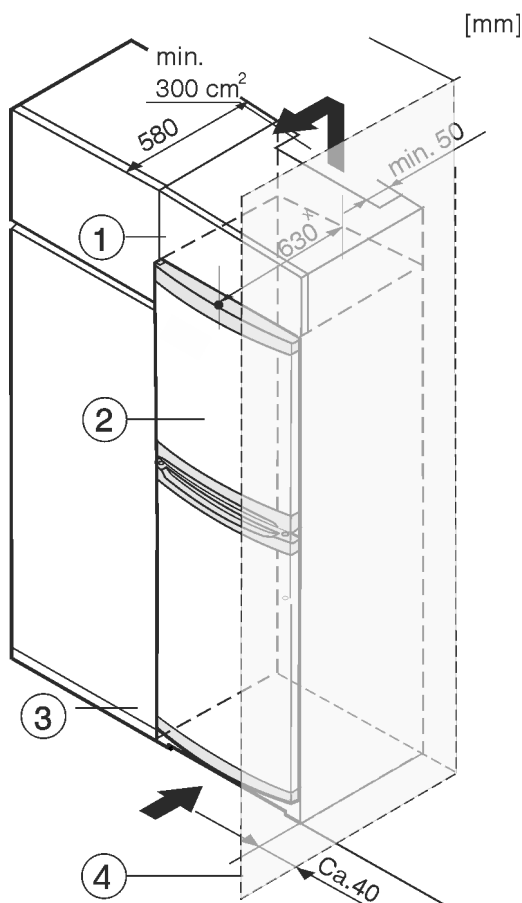

Fig. 8
- (1) Mobile da appoggio (3) Mobile da cucina
(2) Apparecchio (4) Parete
L'apparecchio può essere incassato in mobili da cucina. Per adattare l'apparecchio Fig. 8 (2) all'altezza della cucina componibile, è possibile applicare sopra l'apparecchio un mobile da appoggio Fig. 8 (1).
Per il montaggio tra due mobili da cucina (profondità max 580 mm) è possibile posizionare l'apparecchiatura direttamente accanto al mobile da cucina Fig. 8 (3). L'apparecchiatura sporge rispetto al frontale del mobile da cucina di 34 mm x ai lati e di 50 mm x al centro dell'apparecchiatura.
Se si installa l'apparecchiatura con le cerniere accanto a una parete Fig. 8 (4), la distanza tra l'apparecchiatura e la parete deve essere di almeno 40 mm, che corrisponde alla sporgenza della maniglia a porta aperta.